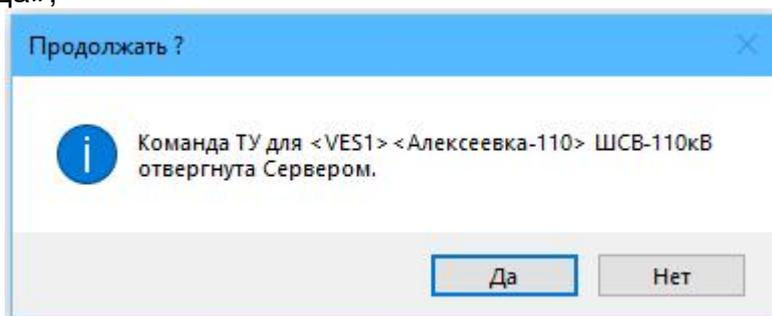

Рисунок 128 – Окно «Продолжать?»
– если команда отвергнута сервером, программа «АРМ Диспетчера» выведет окно «Продолжать?» (рисунок 128) с предупреждением и предложит закончить выполнение или продолжить. Чтобы закончить выполнение команды нужно нажать кнопку «Нет». Чтобы продолжить выполнение команды нужно выбрать кнопку «Да»;